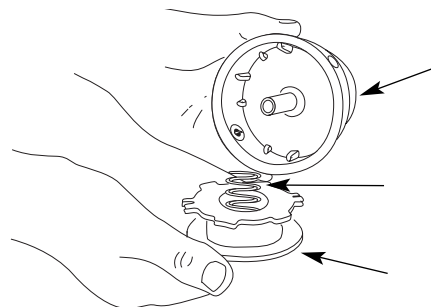

Fig. 16
2. Retirez le moulinet intérieur de la bobine extérieure (Fig. 16).
3. Retirez le ressort du moulinet (Fig. 16).
2. Retirez l'ancien moulinet intérieur de la bobine extérieure (Fig. 16).
3. Retirez le ressort de l'ancien moulinet intérieur (Fig. 16).